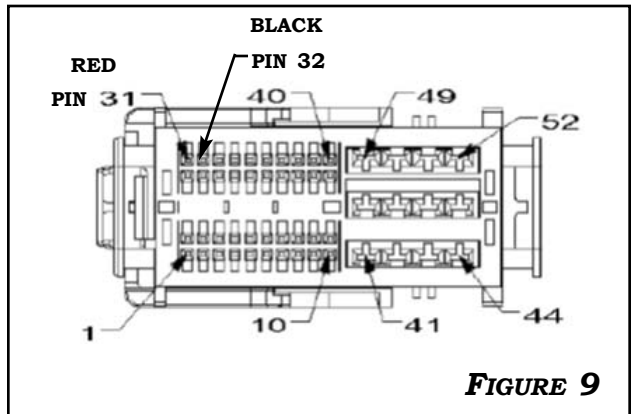

FIGURE 9
2. INSERT THE RED +VIDEO WIRE OF THE INTERFACE ADAPTER HARNESS INTO PIN 31 OF THE 52-PIN CONNECTOR. THEN INSERT THE BLACK -VIDEO WIRE IN PIN 32. FIGURE 9